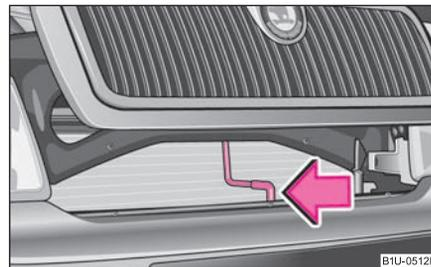

Fig. 149 Calandre: Levier de sûreté
- Poussez le levier de sûreté dans le sens de la flèche ⇒ fig. 149 et levez le capot. ▶